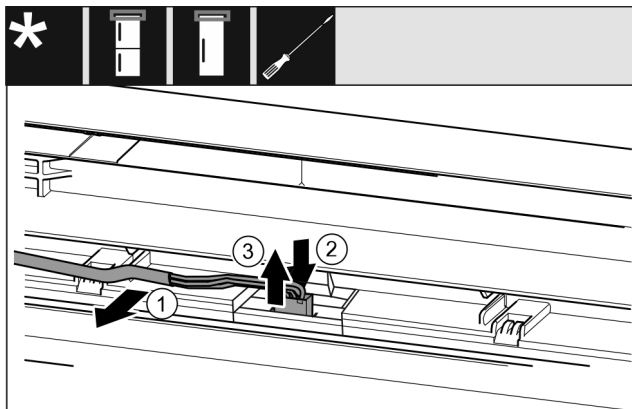

Fig. 20 Hladnjaci-zamrzivači / zamrzivači / hladnjaci
- ▶ Oprezno otpustite kabel Fig. 20 (1) iz vodilice u vratima.
- ▶ Pritisnite spojnicu Fig. 20 (2) iza utikača prema natrag.
- ▶ Oprezno izvucite utikač Fig. 20 (3) prema gore.